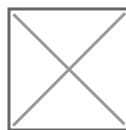

Figura 4a – Onda eletromagnética
- Ondas eletromagnéticas consistem de campo elétrico(E) e campo magnético(H).
- Onda eletromagnética é uma **combinação de um campo elétrico e um campo magnético**, esses campos se propagam numa mesma direção porém em planos ortogonais. É de conhecimento nosso que uma variação no campo magnético induz um campo elétrico e vice-versa, portanto numa onda eletromagnética o campo elétrico é gerado pelo campo magnético que por sua vez é gerado pelo campo elétrico, ambos se nutrindo num arranjo perfeito, veja a figura 4a.
são perpendiculares um ao outro e também à direção de propagação da onda que se desloca com velocidade v . Isso nos permite classificar a onda eletromagnética como onda **transversal**. A figura 4a mostra-nos a disposição dos campos elétricos e magnéticos de uma onda eletromagnética, e a direção e o sentido de sua propagação.